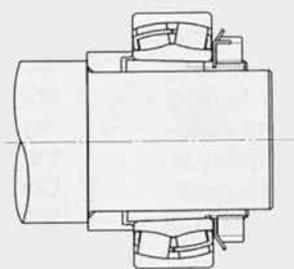

Рис. 6.13 Вид в собранном состоянии
3) Способ ввода масла под давлением (**Рис. 6.13 и 6.14**)